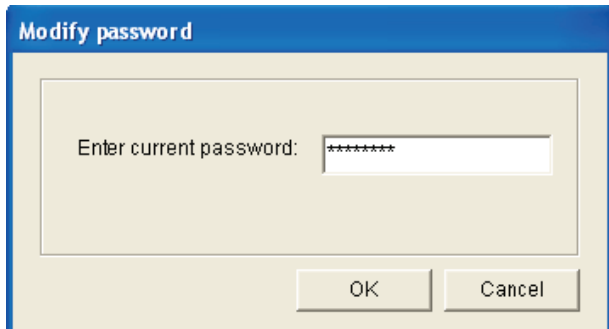

рисунок 8.20: Окно ввода пароля
- 1 Из главного меню щелкните по кнопке Modify password. Появится следующее окно (см. рисунок 8.20).